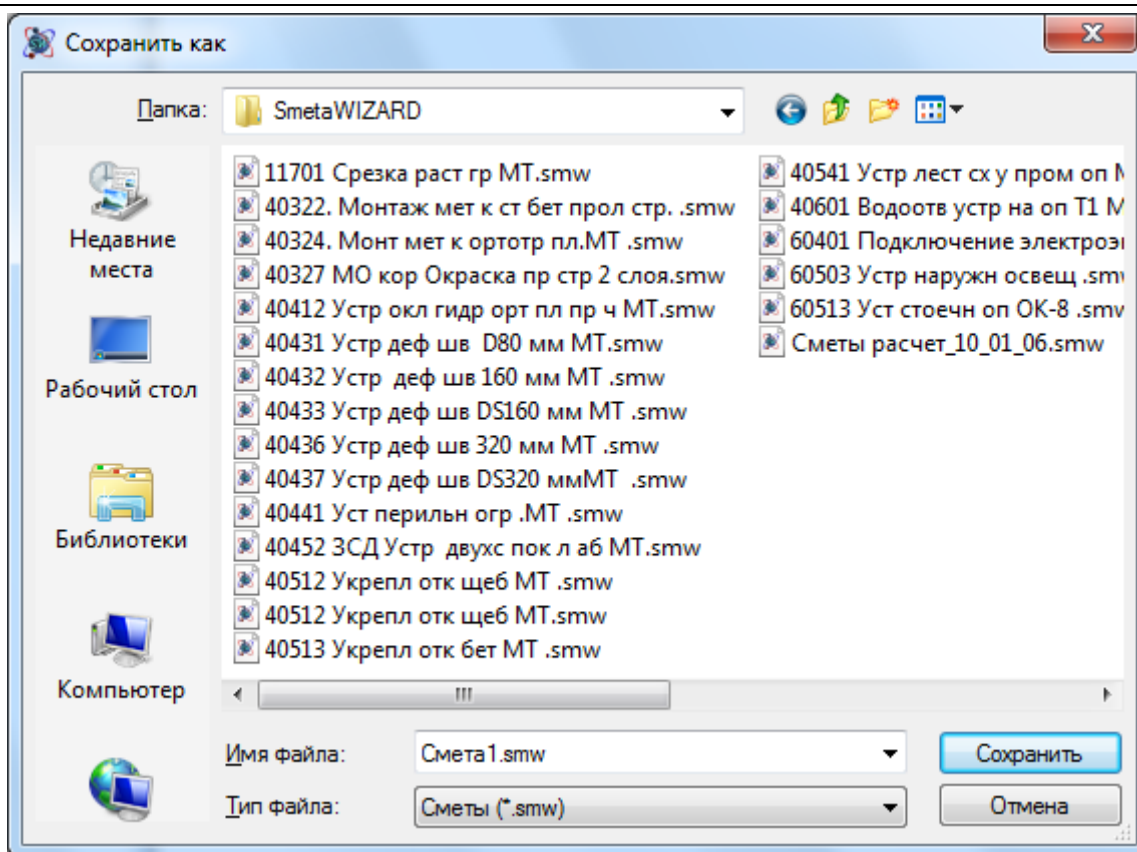

Рис. 1.23 Диалоговое окно Сохранить как
2. В открывшемся диалоговом окне *Сохранить как* (рис. 1.23) выбрать расположение и ввести нужное имя файла;